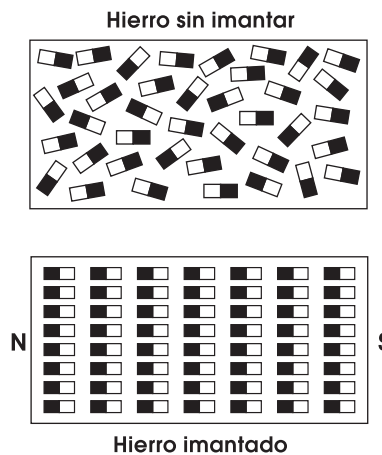

Fig. 5. Primera teoría del magnetismo
**Según la Teoría No. 1,** el imán está formado por un gran número de pequeñas partículas imantadas o pequeñísimos imanes. Una barra de hierro sin imantar está formada por un montón de partículas caprichosamente orientadas (Fig. 5). Pero basta imantar la barra de hierro para que las pequeñas partículas magnéticas o pequeños imanes de que está formada se orientan todas en el mismo sentido, sumándose su fuerza magnética.